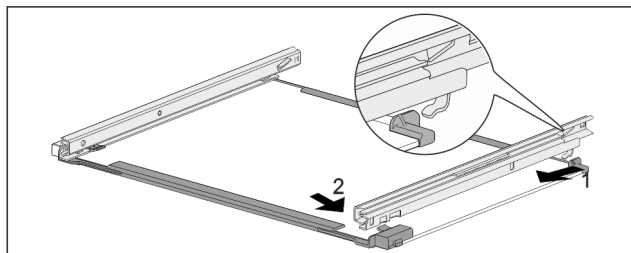

Fig. 174 Sklenená doska s koľajničkami
- ▶ Zaháknite koľajničku vzadu. Fig. 174 (1)
- ▶ Zaklapnite koľajničku vpredu. Fig. 174 (2)